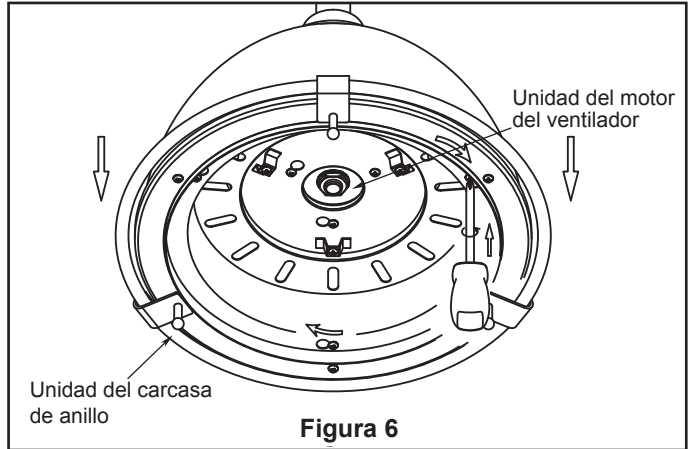

Figura 6
6. Instale la unidad de carcasa través de la unidad del motor del ventilador. Afloje levemente los otros tres tornillos. Instale la cubierta del interruptor placa de soporte a ensamble de la placa de iluminación utilizar el las dos ranuras principales. Girándolo en el sentido de las agujas del reloj y asegure los todo tres tornillos. (Figura 6)
5. Una vez haya hecho las conexiones, coloque los cables hacia arriba y empújelos cuidadosamente hacia dentro de la caja de la toma de corriente, poniendo los cables blancos y verdes a un lado de la caja y los negros hacia el otro lado. Los cables deben ser colocados de forma extendida poniendo el conductor de la toma de tierra y el conductor de toma de tierra del equipo a un lado de la caja, colocando el conductor sin toma de tierra en el otro lado de la caja. (Figura 6)
6. Extraiga el tres tornillos de el soporte desde unidad del carcasa de anillo. Conserve los tornillos para la reinstalación en el siguiente paso. (Figura 6)